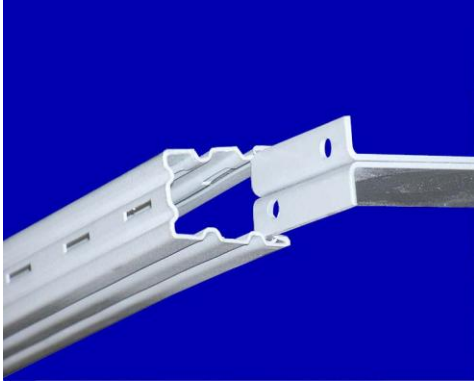

РИС.1
- вставьте стяжку поперечную в первый паз от загнутого края стойки (см. рис. 1);